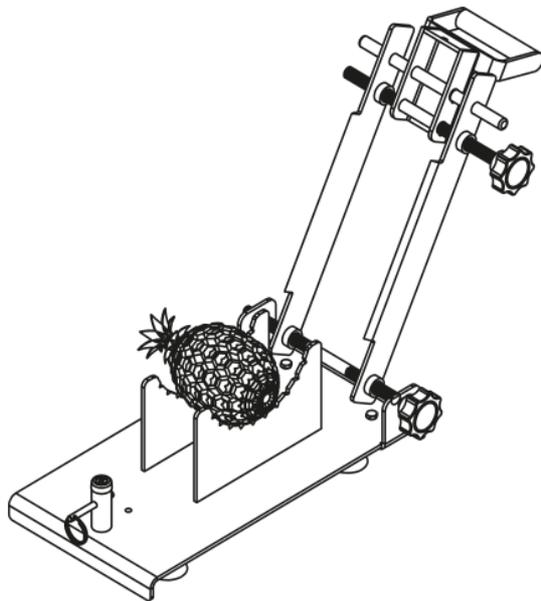

Figure 3
- Placez l'ananas en position horizontale comme indiqué sur la Figure 3.